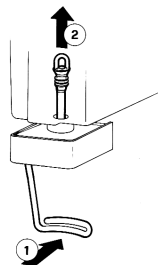

figura 3
7 **Rubinetto a gommino:** premere (1) la leva comando rubinetto e sfilare (2) il gommino dal foro d'uscita del contenitore (vedere figura 3).